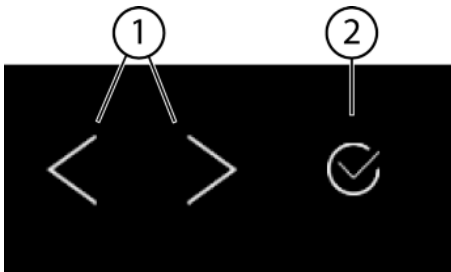
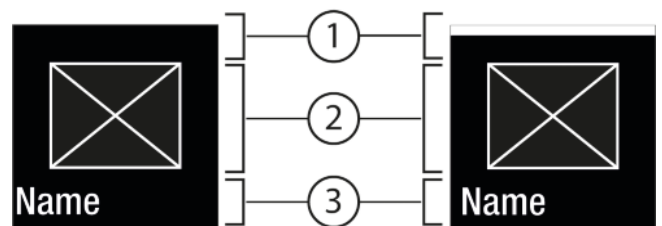
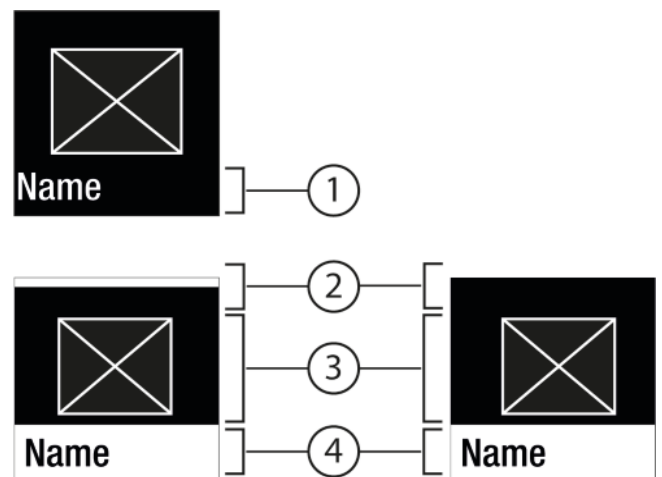

Fig. 5
Fig. 6
Fig. 7
- (1) Flèche de navigation vers la gauche / droite (2) Confirmer
Flèche de navigation vers la gauche / droite Fig. 5 (1) :
Confirmer Fig. 5 (2) :
- Naviguer avec la flèche de navigation vers la gauche / la droite Fig. 5 (1).
- Avec Confirmer Fig. 5 (2), activer / désactiver la fonction Fig. 6 (1) / le réglage Fig. 6 (1).
- Naviguer avec la flèche de navigation vers la gauche / la droite *Fig. 5 (1)*.
- Avec Confirmer *Fig. 5 (2)*, appeler le sous-menu *Fig. 7 (4)*.
- Régler une nouvelle valeur : Avec Confirmer *Fig. 5 (2)*, sélectionner une valeur désactivée *Fig. 6 (1)*.
- Retour au menu : Avec Confirmer *Fig. 5 (2)*, sélectionner la valeur déjà activée *Fig. 6 (2)*.
- ▶ Appuyer sur les flèches de navigation *Fig. 5 (1)* autant de fois que nécessaire jusqu'à ce que la s'affiche.
- ▶ Appuyer sur Confirmer *Fig. 5 (2)*.
- ▶ Appuyer sur les flèches de navigation *Fig. 5 (1)* autant de fois que nécessaire jusqu'à ce que la fonction s'affiche.
- ▶ Sélectionner la valeur de réglage à l'aide des flèches de navigation *Fig. 5 (1)*.
- ▷ Status : activé *Fig. 6 (1)* s'affiche brièvement dans le sous-menu *Fig. 7 (4)*.
- ▶ Appuyer sur les flèches de navigation *Fig. 5 (1)* autant de fois que nécessaire jusqu'à ce que les réglages  s'affichent.
- ▶ Appuyer sur les flèches de navigation *Fig. 5 (1)* autant de fois que nécessaire jusqu'à ce que le réglage souhaité s'affiche.
- ▶ Appuyer sur Confirmer *Fig. 5 (2)* et laisser enfoncé 3 secondes.